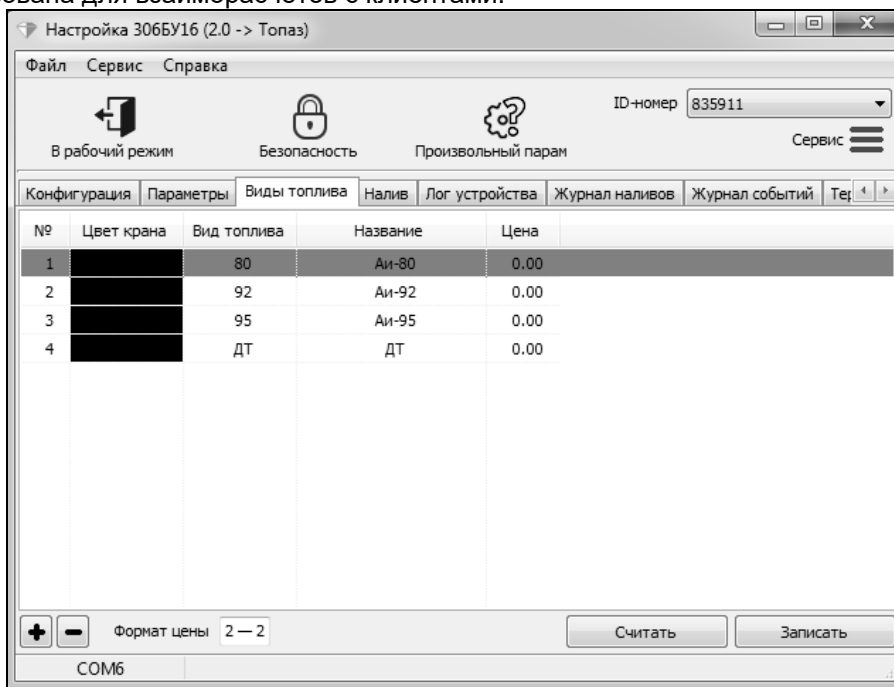

Рисунок 9
6.5 На вкладке "Виды топлива" (рисунок 9) настроить соответствие кодов топлива кошечкам в БД. Необходимо, чтобы каждому коду топлива был сопоставлен кошелек в базе данных.